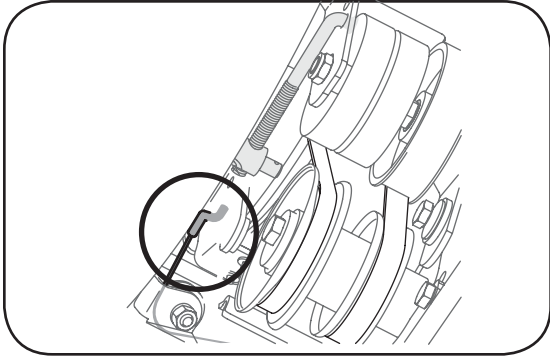

Figure 6-7
- Tirez le support du frein vers le galet de guidage du câble et décrochez le raccord en «Z» du câble de la tarière. Voir la Figure 6-7.